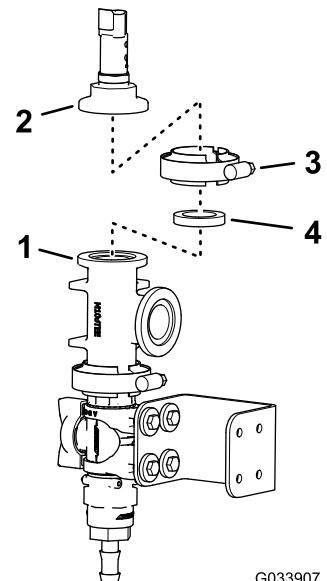

Figure 17
7. Montez le transducteur de pression sur le raccord en T à l'aide du collier à bride et serrez le collier à la main (Figure 17).